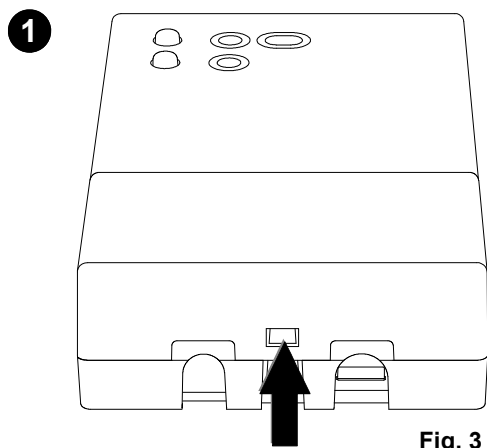

Fig. 3
Il pulsante di reset si preme senza aprire il contenitore dell'interfaccia inserendo la punta di un cacciavite nella fessura in prossimità del pulsante, indicato in G di Fig. 3.
- 1 Spingere, con l'aiuto di un cacciavite, la linguetta plastica situata nella feritoia in basso fino a sollevare leggermente il coperchio cavi (Fig. 3).